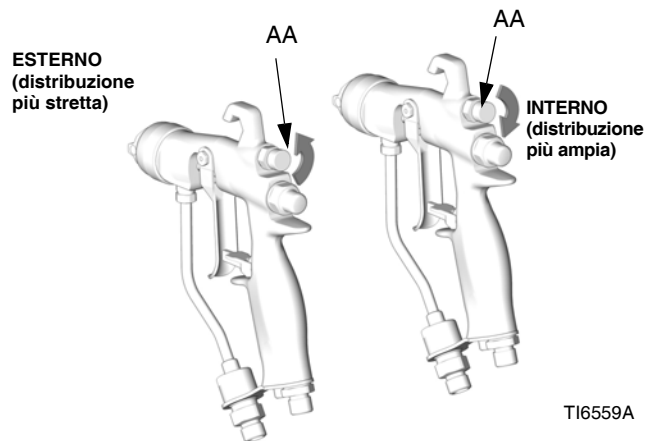

Fig. 6. Manopola aria distribuzione
1. Consultare FIG. 6. Chiudere l'aria di regolazione della distribuzione ruotando completamente la manopola (AA) in senso orario (verso l'interno). In questo modo la pistola viene impostata sul getto più largo.